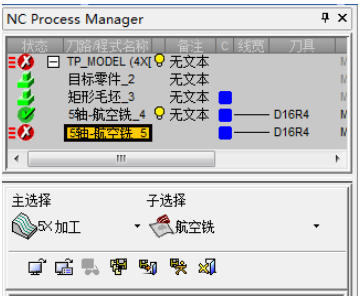

图 4-90 “NC Process Manager”对话框 (2)
1) 创建程序。单击“加工向导”工具栏上的“加工程序”按钮，弹出“NC Process Manager”对话框 (2)，“主选择”为“5X 加工”，“子选择”为“航空铣”，如图 4-90 所示。